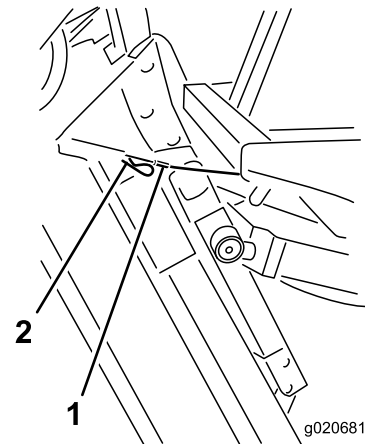

Figura 119
6. Sujetando la carcasa de corte en posición vertical, coloque el extremo del cable sobre el pasador del brazo de elevación de la carcasa y fíjelo con el pasador de horquilla (Figura 119).